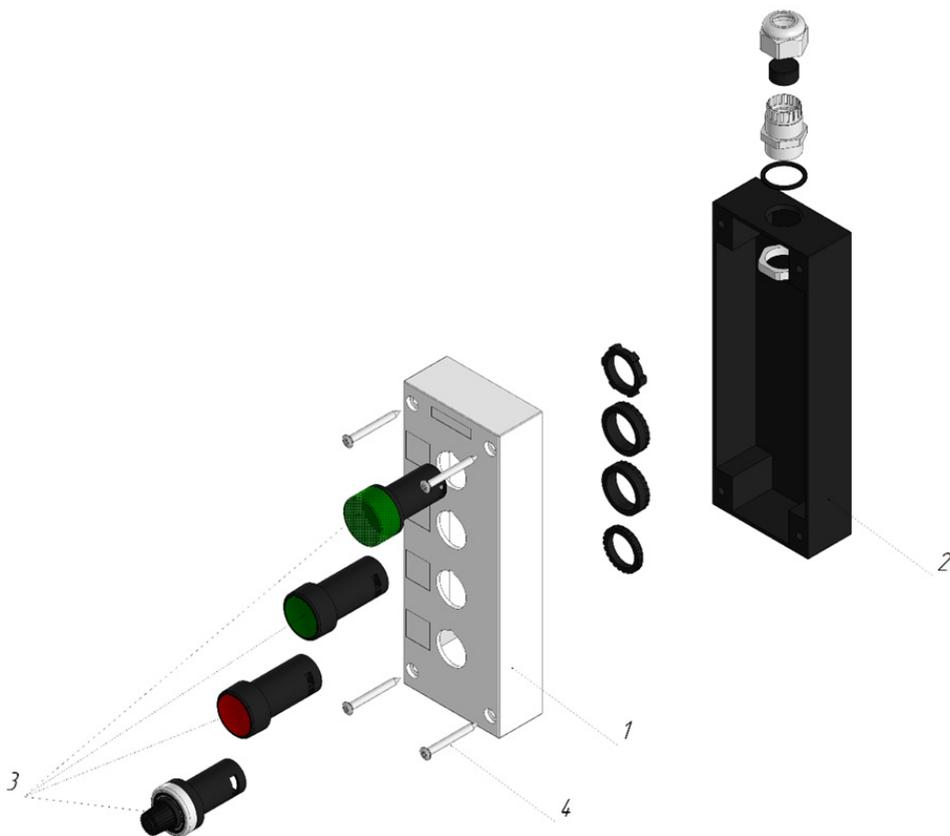

Рисунок 3.2.1 – 3D-модель пульта на примере ПУ-4-131
Для разборки ПУ (Рисунок 3.2.1) необходимо открутить четыре винта (4) на лицевой панели (1), отсоединить ее от задней панели (2), подключить соединительные провода к светосигнальной/управляющей арматуре (3). Для сборки пульта управления произвести описанные выше действия в обратном порядке.